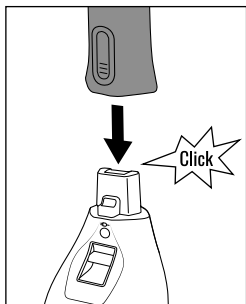

Fig. 1
- ◆ Applicare con cautela l'impugnatura lunga ② al blocco motore ⑧ finché non s'innesta in modo udibile (vedere fig. 1).